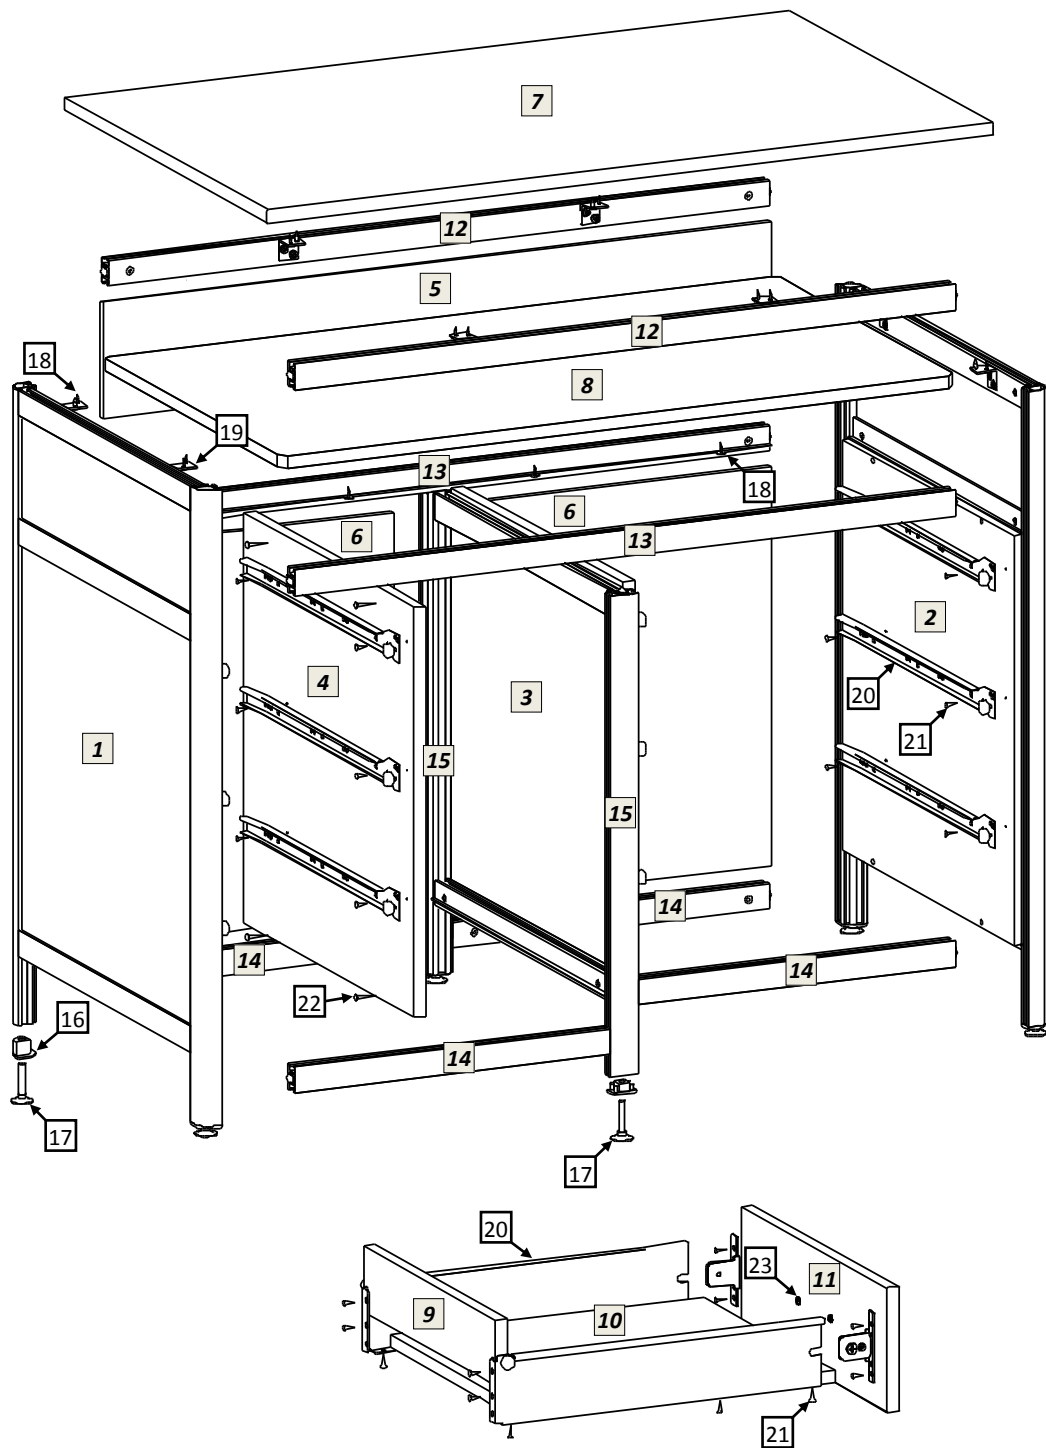

рис.1
- 5.1 Распаковав изделие, внимательно ознакомьтесь со схемой сборки, изображённой на рис.1. Согласно позициям на схеме и комплекточной ведомости определите расположение деталей в изделии и порядок их сборки. Сборка производится на ровном полу, укрытом материалом, предотвращающим повреждение покрытия пола и деталей мебели. Подготовьте необходимые для сборки инструменты – плоскую и крестовую отвёртки, молоток, рулетку или линейку, гаечный ключ 12мм для регулировки опор, шуруповёрт.
- 5.4 Сборка выдвижных ящиков. Схема сборки ящиков показана на рис.1. Шурупами 4x16 соедините заднюю стенку, днище ящика и его фасад с металлическими боковинами направляющего механизма. На фасад ящика установите ручку.